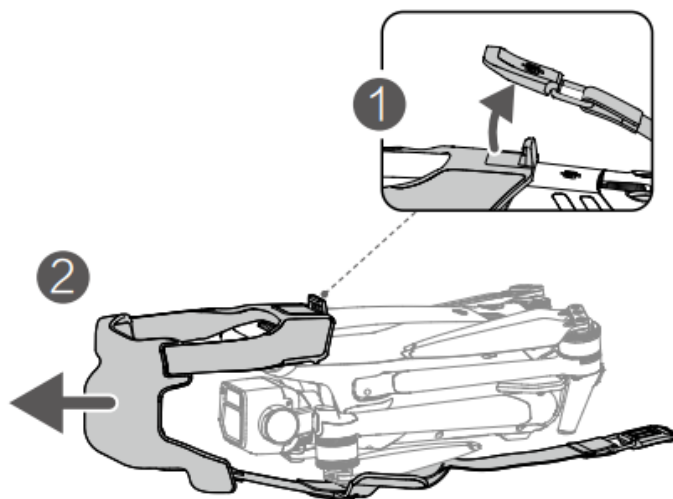

Fig. 1
1. Scoatem capacul de depozitare (Fig. 1).